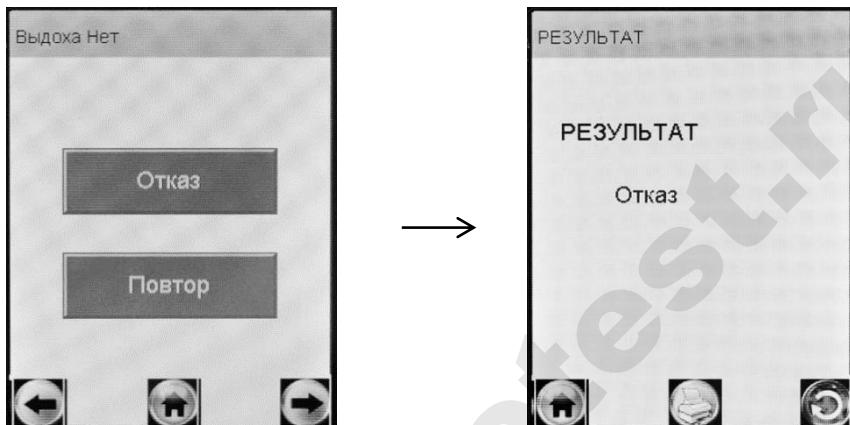

Рисунок 22 – Результат «Отказ от измерения»
2.10.1 Если при выполнении 2.8.11 настоящего РЭ выдох не был сделан своевременно, то окно готовности к отбору пробы «Дуйте» сменится окном «Выдоха нет» (рисунок 22, слева).
В случае отказа обследуемого от проведения измерения (обследуемый отказывается делать выдох) в анализаторе предусмотрена возможность прервать процедуру измерения, зафиксировав при этом факт отказа от измерения. Для этого нажмите на виртуальную кнопку «**Отказ**» – на экране появится сообщение об отказе от измерения (рисунок 22, справа).